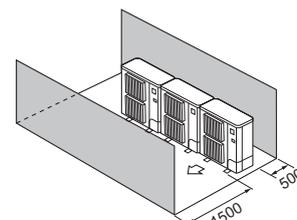

Fig. 3-14
④ Obstáculos apenas na parte da frente e de trás (Fig. 3-14)